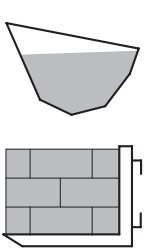

Fig. 1
- Le niveau maximal de chargement de l'outil ne doit pas dépasser la paroi la plus basse dans le cas du vrac, et ne pas dépasser la hauteur du dossier dans le cas de charges unitaires (voir fig. 1).